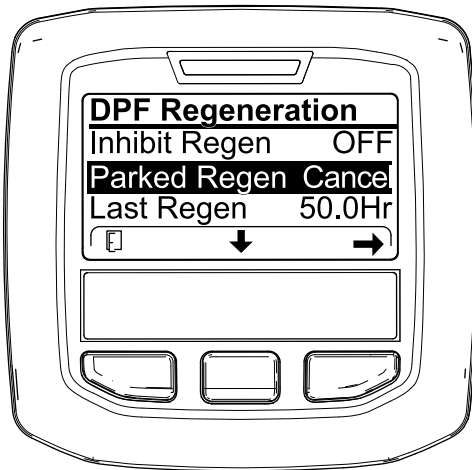
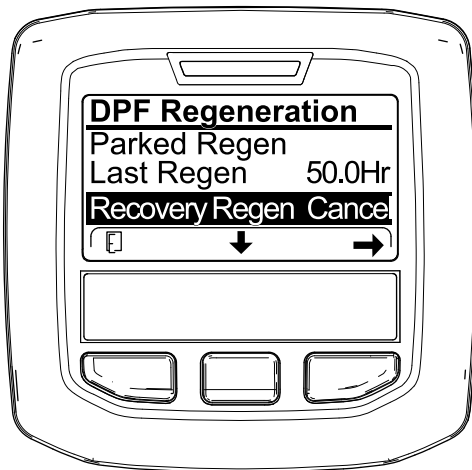

Bild 70
Bild 71
1. Zugreifen auf das Menü für die Regenerierung des Dieselpartikelfilters (**Bild 70**)
2. Drücken Sie die mittlere Taste, um auf die Option PARKED REGEN. CANCEL (**Bild 70**) oder RECOVERY REGEN. CANCEL zu navigieren (**Bild 71**).
3. Drücken Sie die rechte Taste, um den Eintrag „Regen Cancel“ auszuwählen (**Bild 70** oder **Bild 71**).